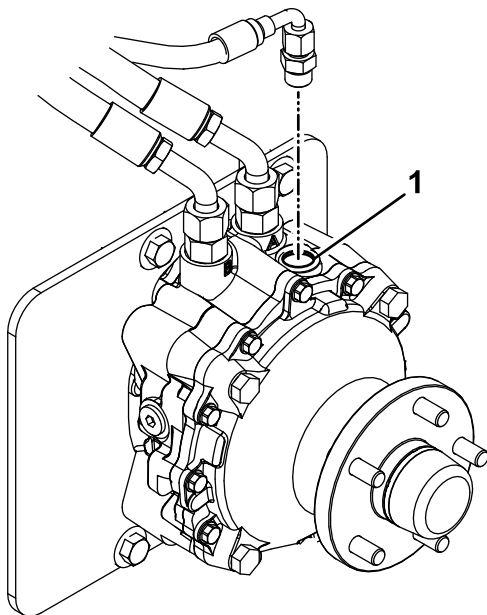

Figure 64
9. Retirez le bouchon de l'orifice de remplissage sur le dessus de chaque moteur de roue (Figure 64).